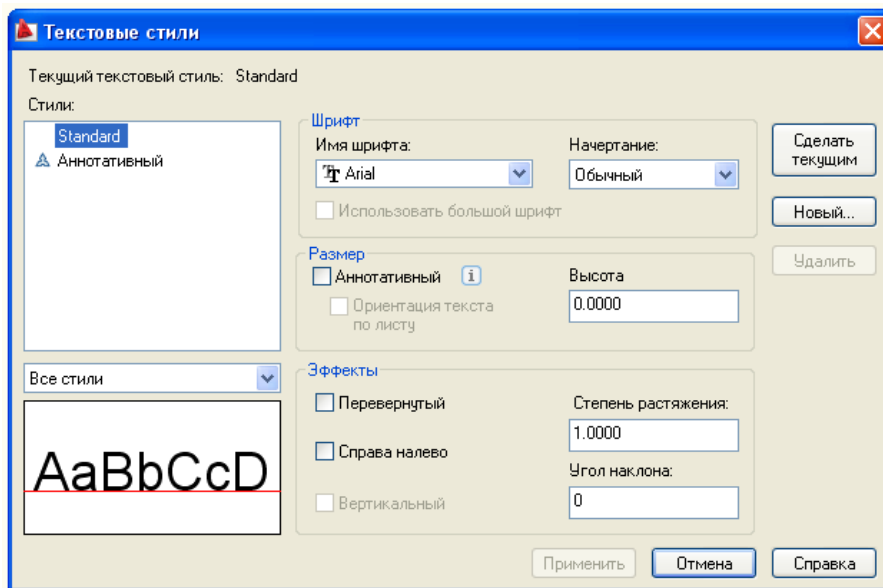

Рис. 28. Диалоговое окно **Текстовые стили**
– из меню **Формат** выберите **Текстовые стили** (рис. 28);